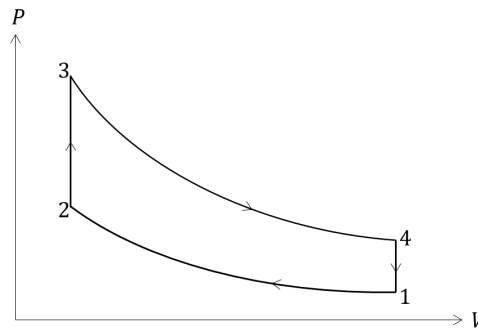

FIGURE 2 – Diagramme de Clapeyron du cycle de Beau de Rochas.
1. La figure 2 représente le cycle de Lenoir dans un diagramme de Clapeyron. Les transformations suivies ainsi que la relation des gaz parfaits permettent de connaître l'état du gaz en chaque point. L'état du gaz parfait en A est (P_0, V_0, T_0) . L'état du gaz parfait en B est $(P_0, 2V_0, 2T_0)$. L'état du gaz parfait en C est $(2P_0, V_0, 2T_0)$
1. La figure 2 montre le cycle de Beau de Rochas.
- La figure 2 montre que $V_2 = V_3$ et que $V_4 = V_1$. Le taux de compression r a donc également pour expression $r = V_4/V_3$ soit $r = \frac{T_4P_3}{T_3P_4}$ en utilisant l'équation d'état des gaz parfaits. Une transformation adiabatique réversible fait passer le fluide de l'état 3 à 4. La loi de Laplace nous permet d'écrire $P_3V_3^\gamma = P_4V_4^\gamma$ ce qui nous donne $r = \frac{T_4}{T_3}r^\gamma$ d'où :